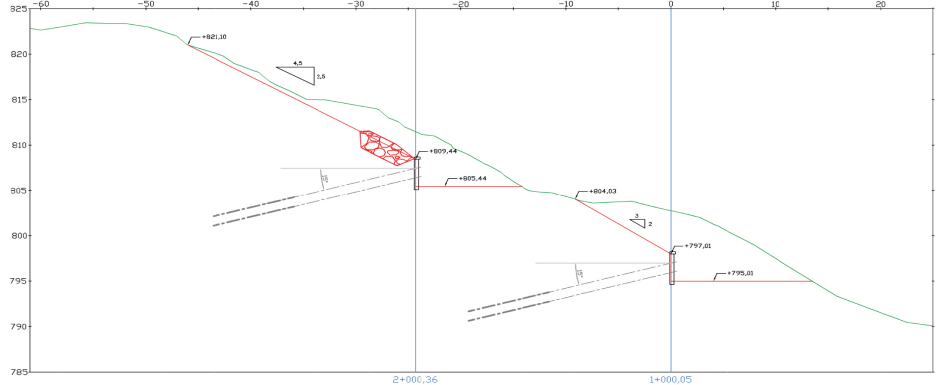

FIGURA 01
- Ubicación espacial, se refleja en la FIGURA 01.